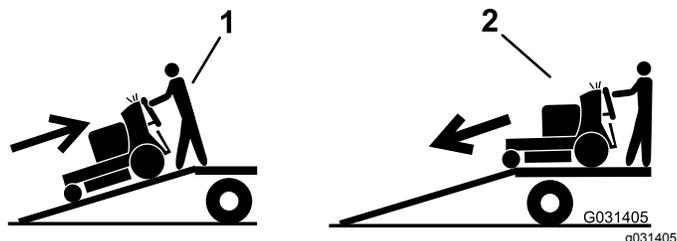

Рисунок 25
5. Перемещайте машину задним ходом при движении вверх по наклонному въезду (Рисунок 25).